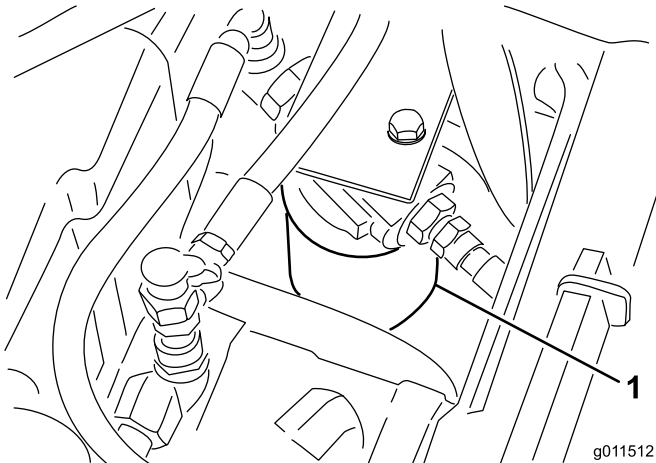

Bild 75
2. Reinigen Sie den Anbaubereich des Filters. Stellen Sie eine Auffangwanne unter den Filter und entfernen den Filter (Bild 75).